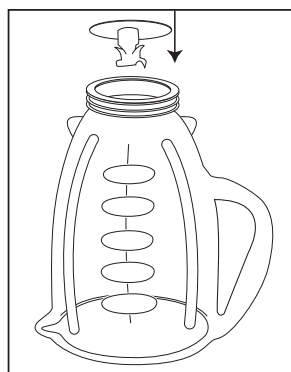

FIGURE 3
4. Placez la lame dans le récipient. (Figure 3)